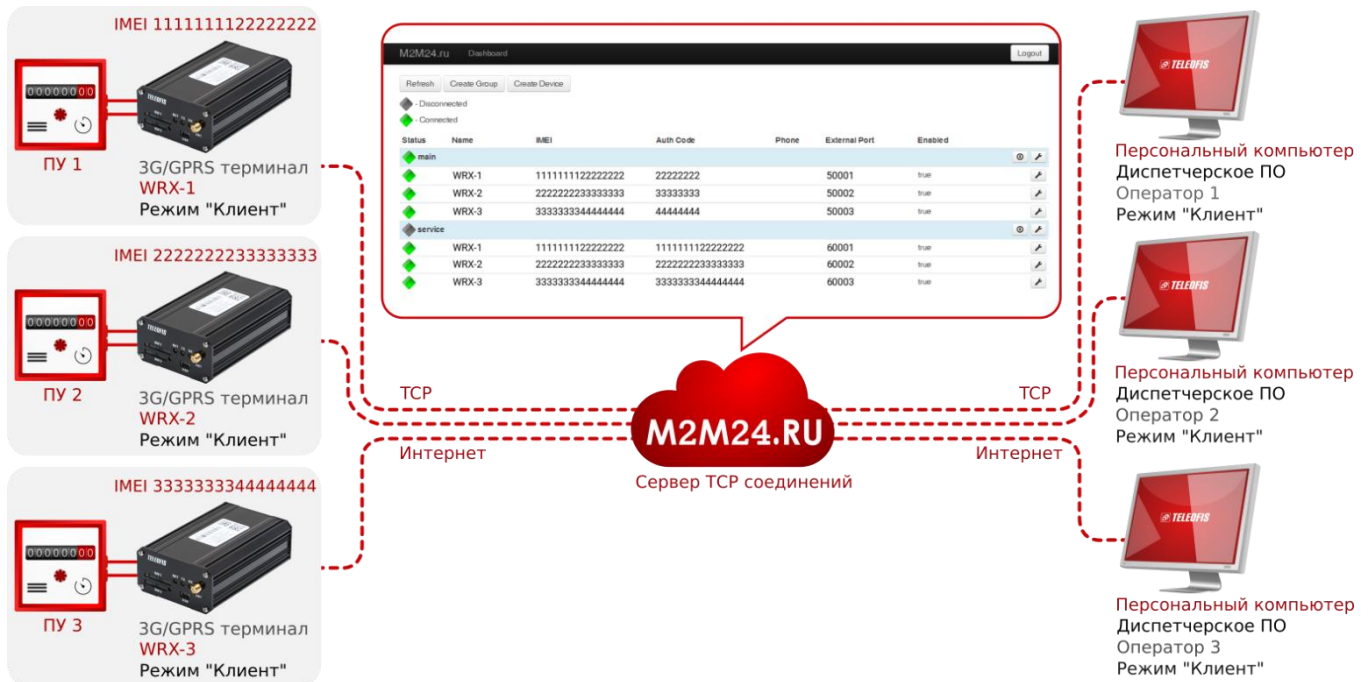

Рис. 21. Схема подключения с использованием служебного сервера «M2M24»
**4. Подключение с использованием служебного сервера.** В тех случаях, когда терминалы и устройства диспетчеризации не имеют возможности получить внешний статический IP-адрес и работают исключительно в режиме TCP-клиентов, оптимальным вариантом для соединения удалённых устройств может стать использование служебного сервера TCP соединений. Такой сервер организывает и поддерживает каналы связи между различным оборудованием, терминалами и программами диспетчеризации. При этом все подключаемые к серверу устройства могут получать доступ к точкам учёта, работая в режиме TCP-клиентов. В качестве коммутатора TCP каналов компания «TELEOFIS» предлагает клиентам **бесплатный сервер TCP-соединений «M2M24»** (Рис. 21).